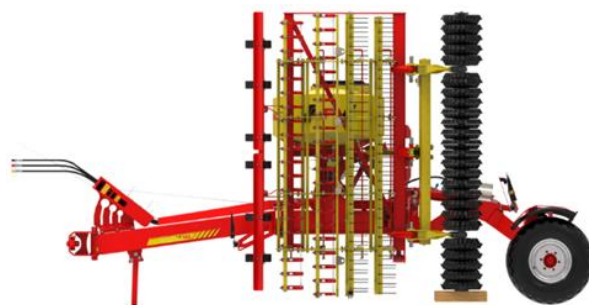

Figure 33
- L'appareil doit être replié et le châssis abaissé (voir Figure 33).
- Déposer l'appareil en longueur sur la remorque surbaissée (voir Figure 33).